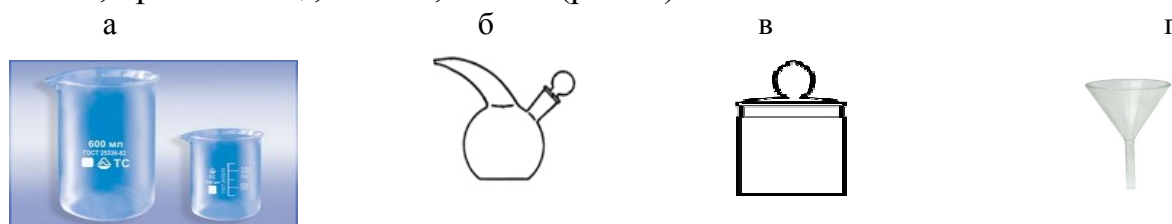

Рисунок 2 – Складний посуд:
Широке поширення в лабораторному практикумі мають також хімічні стакани, крапельниці, бюкси, лійки (рис. 2).
*Хімічні стакани* (рис. 2, а) бувають різної ємкості (від 50 до 1000 мл), їх використовуються для допоміжних робіт з водними розчинами й органічними рідинами.
*Крапельниці* (рис. 2, б) використовують для дозування індикаторів і повільного додавання реагенту до реакційної суміші.
*Бюкс* – стаканчик з притертою пробкою (рис. 2, в) використовують для зважування, висушування і зберігання речовин.
*Лійка лабораторна* (рис. 2, г) використовують для переливання рідин або їх фільтрування крізь паперові фільтри.